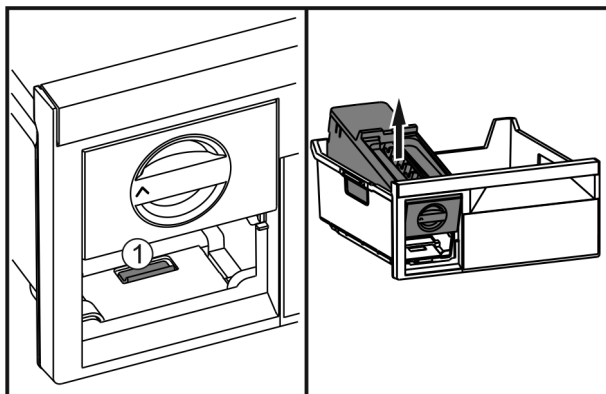

Fig. 39
- ▶ Stlačte sponu Fig. 39 (1), nadvihnite zariadenie EasyTwist-Ice zozadu a vyberte ho zo zásuvky na zmrazovanie.